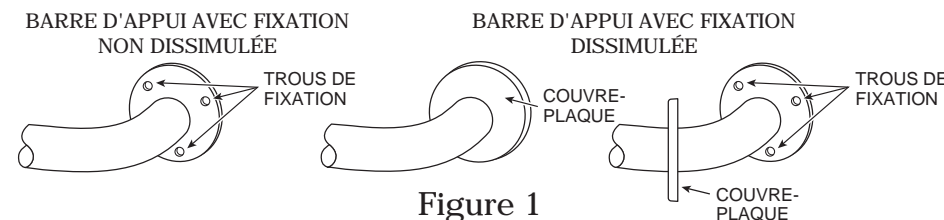

Figure 1
1. Sortez la barre d'appui et les pièces du paquet. Si vous utilisez une barre d'appui avec des fixations dissimulées, retirez les couvre-plaques des trous de montage (voir Figure 1).
12. Si vous utilisez une barre d'appui avec des fixations dissimulées, retirez les couvre-plaques des trous de montage (voir Figure 1 à la page 3).